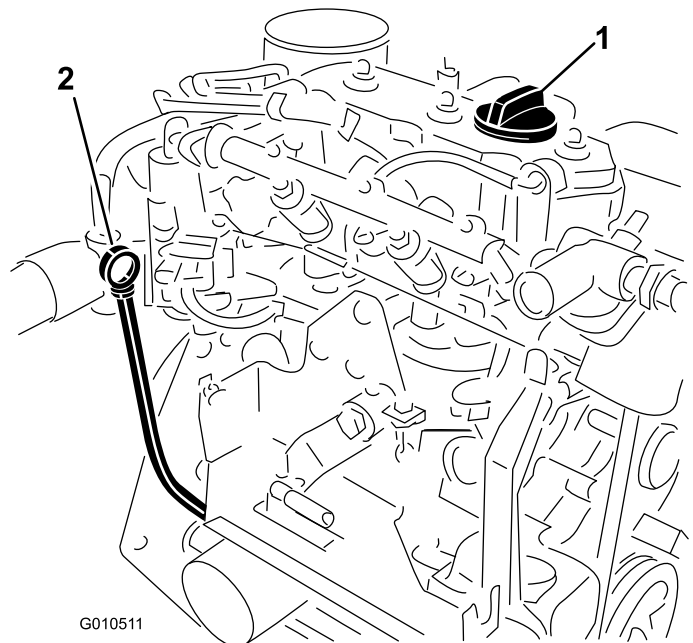

Figura 15
2. Retire la varilla (Figura 15) y límpiela con un paño limpio. Introduzca la varilla en el tubo asegurándose de que entre a fondo. Retire la varilla y verifique el nivel de aceite.
3. Si el nivel de aceite es bajo, retire el tapón de llenado (Figura 15) y añada suficiente aceite para elevar el nivel a la marca Full (lleno) de la varilla.